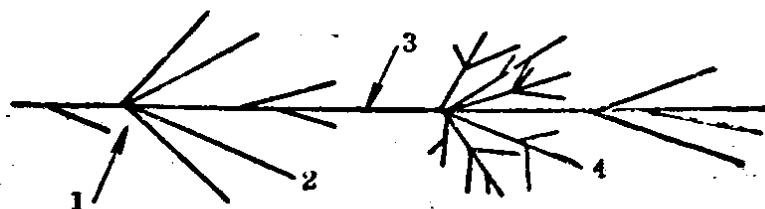

图 1-2 火花的名称
1) 火花的名称(图 1-2) 从砂轮上直接射出的呈直线的火流，称为流线。在流线中途爆裂的明亮点，称为节点。由节点射出的分叉直线，称为芒线。芒线可以有二根、三根或多根。在流线和芒线上，由节点射出细短直线流，称为节花。节花也有一次花、二次花和多次花。